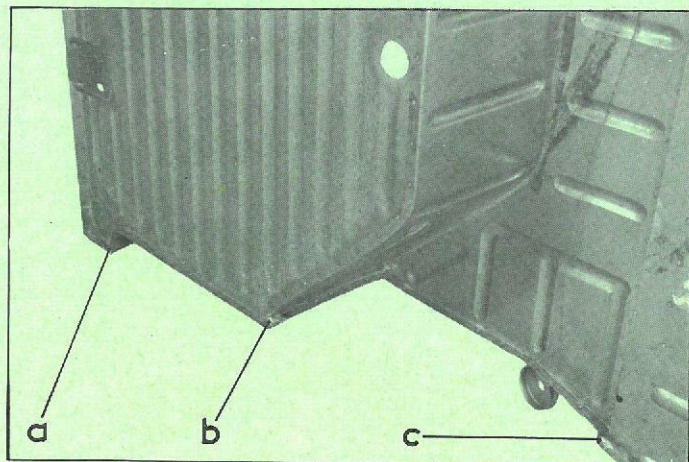

Fig. 3
- a et symétriquement (fig. 3),
- c " (fig. 3 et 4),